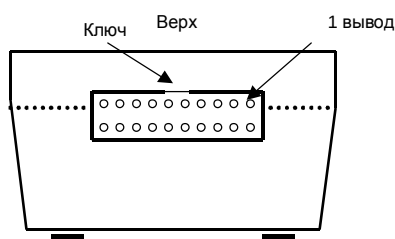

Рис. 4.1. АЦП ЛА50 USB. Вид со стороны сигнального разъёма
- 4.2.3. Для предотвращения выхода из строя устройства ЛА-50USB на входные разъёмы необходимо подавать сигналы с параметрами, указанными в таблице (Таблица 4. 1). Расположения разъёмов указано на рисунках (Рис. 4.1 и 4.2).